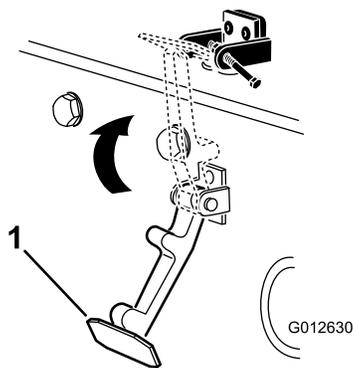

Рисунок 5
6. Зацепите защелку за кронштейн защелки капота (Рисунок 5).